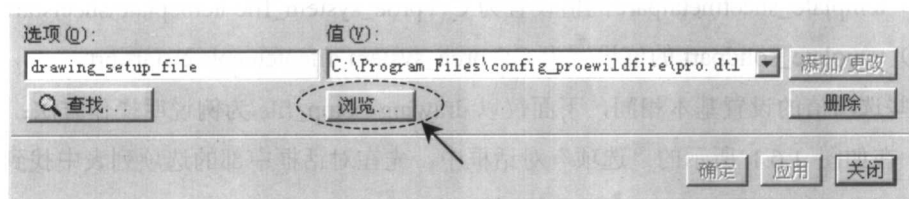

图 1.6.2 “浏览”按钮的位置
② 单击“选项”对话框下部的 **浏览...** 按钮, 如图 1.6.2 所示。